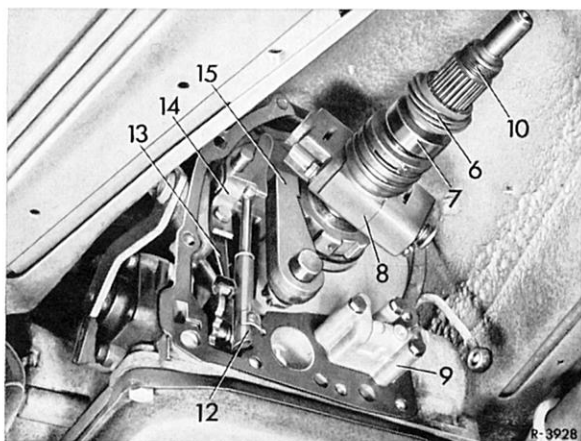

Bild 27-9/1
- 2 Federndes Gestänge (12), Blattfeder (13) und Halter (14) ausbauen, Parksperrklinke (15) mit Spannfeder abnehmen (Bild 27-9/1).